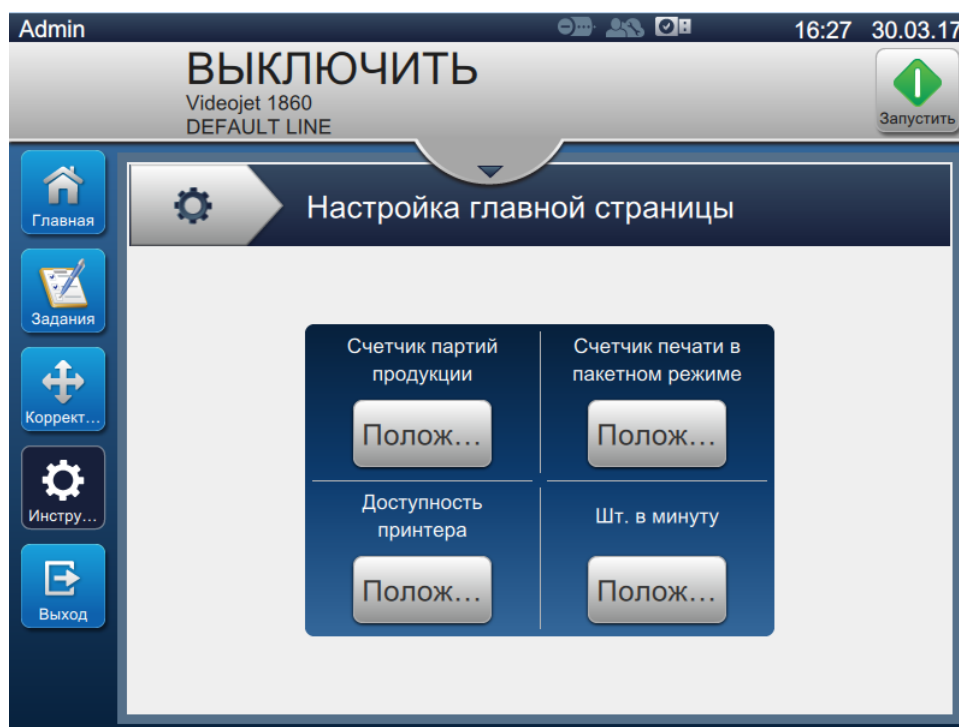

Рис. 6-19. Экран «Настройка главной страницы»
1. Нажмите кнопку  на экране «Инструменты». Откроется экран «Настройка главной страницы», как показано на Рис. 6-19.